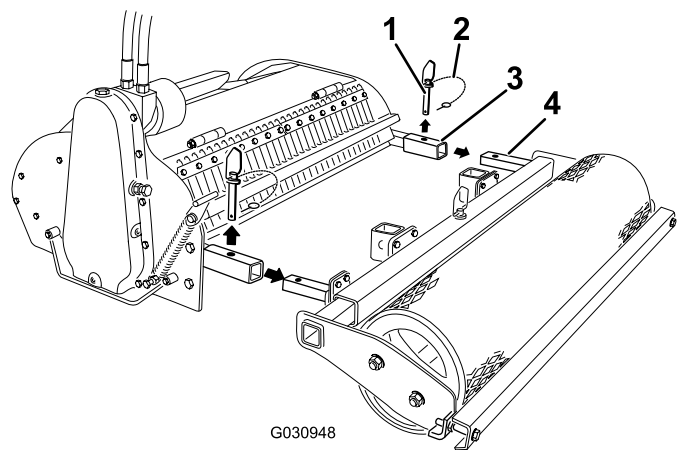

Figura 5
3. Remova os pinos de derivação dos braços do cultivador (Figura 5).
4. Puxe o rolo para fora do cultivador (Figura 5).